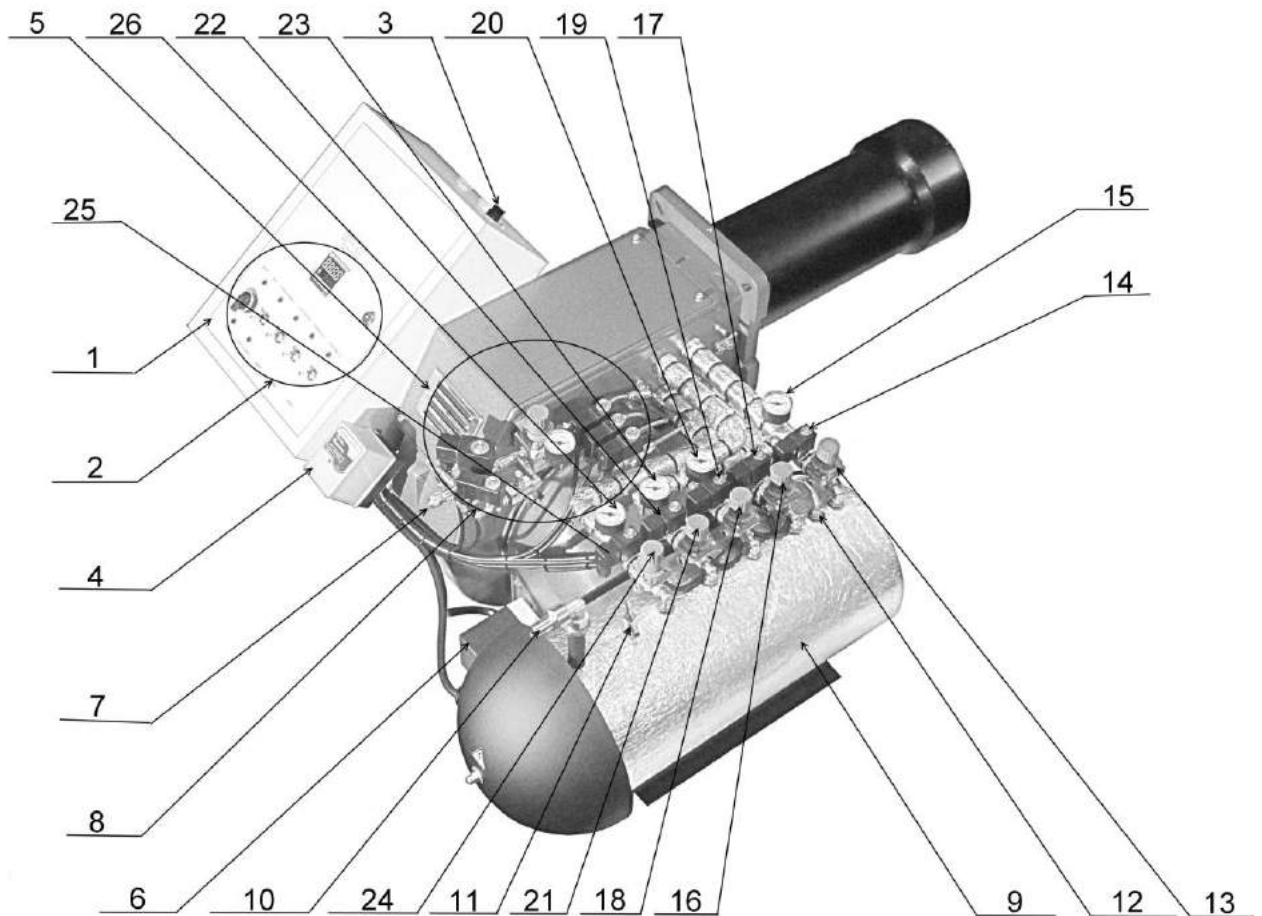
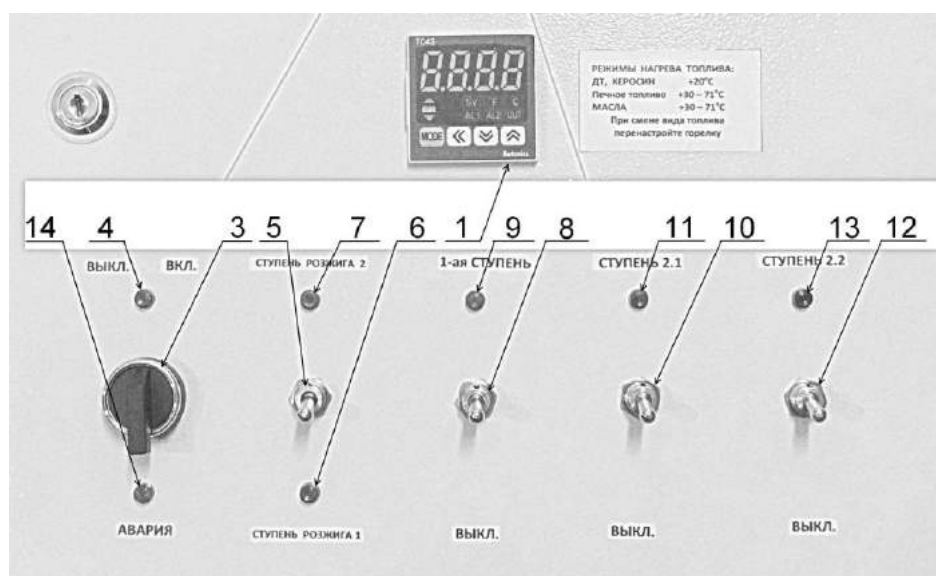
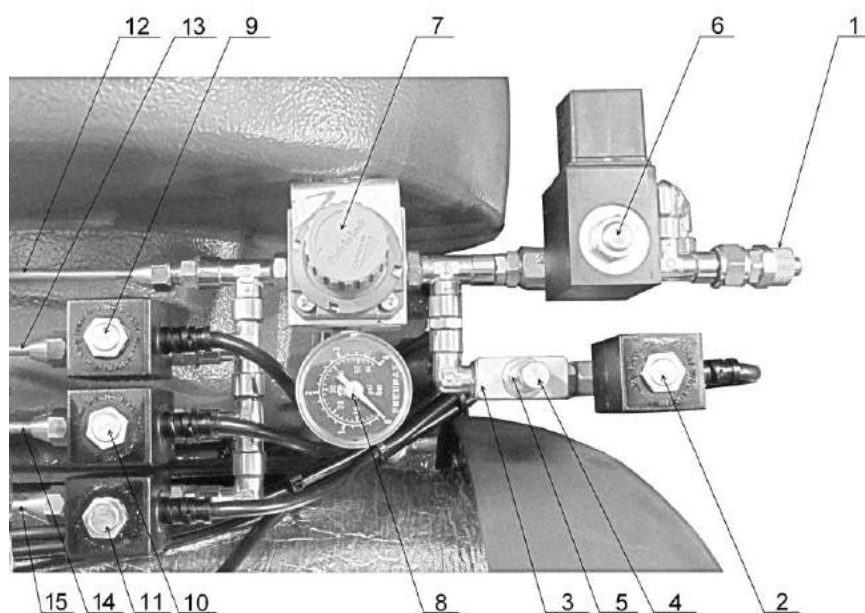
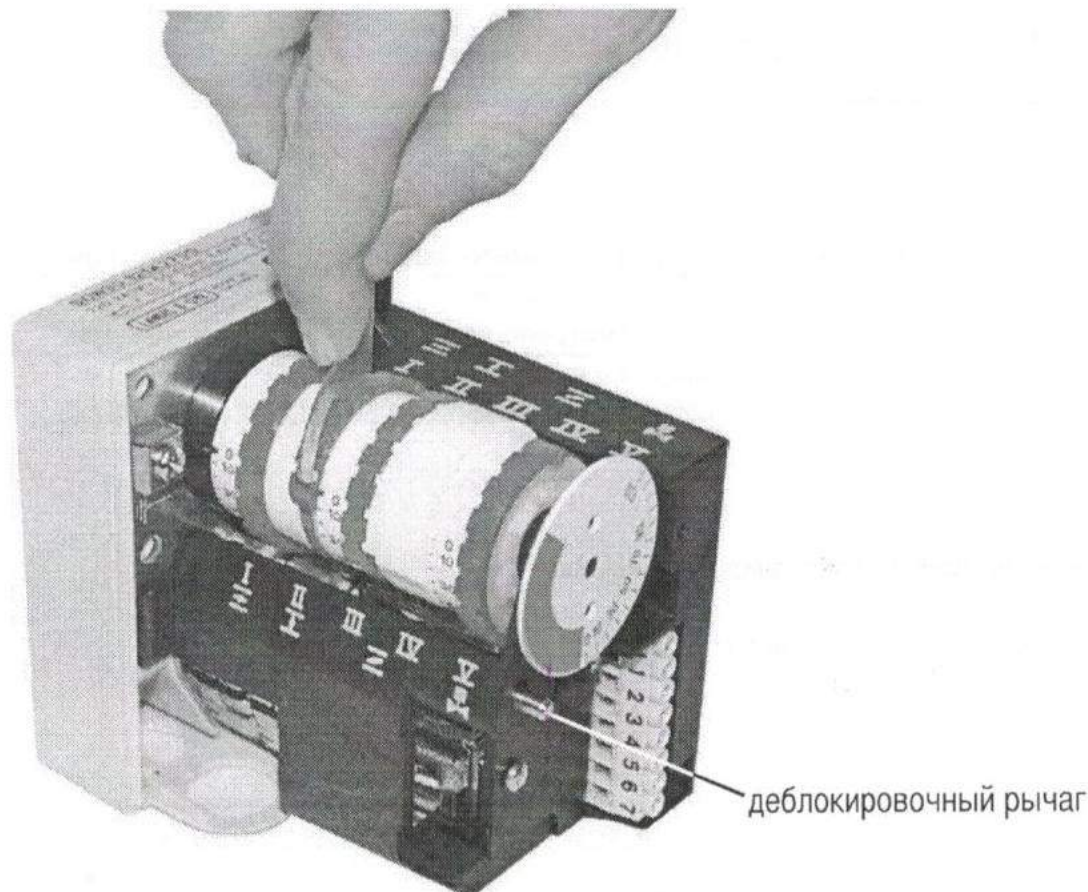

Рис.6. Органы управления и узлы контроля параметров Горелки.
Рис.7. Компоненты управления на электрическом шкафе.
Рис. 11. Блок регулирования первичного воздуха (от компрессора).
Рис. 12. Регулировка вторичного воздуха. Электропривод воздушной заслонки двухступенчатой Горелки.
8. Блок регулирования первичного воздуха (от компрессора) Рис.12
Температурный контроллер используется для точного поддержания оптимальной температуры от 20 до 71 °С топлива в подогревателе топлива (Рис. 7, поз. 9) и подачи команды запуска Горелки на топочный автомат AL1 гаснет при достижении температуры масла 6 °С менее заданной.
Установите электрический переключатель (Рис. 7, поз. 5) в положение вниз ступень розжига 1, переключатели (Рис. 7, поз. 8,10,12) в положение вниз. Установите давление топлива ступени розжига 1 изначально в пределах от 0,05 до 0,4 бар с помощью регулятора давления топлива ступени розжига (Рис. 6, поз. 13), давление контролируйте по манометру (Рис. 6, поз. 15).
Установите электрический переключатель (Рис. 7, поз. 5) в положение вверх ступень розжига 2, переключатель (Рис. 7, поз. 8,10,12) в положение вниз, установите давление топлива с помощью регулятора давления ступени розжига 2 (Рис.6 поз.16) от 0,2 до 0,8 бар, давление контролируйте по манометру (Рис. 6, поз. 15), после чего ступень розжига заработает на полную мощность. Выставьте параметры первичного и вторичного воздуха. Рекомендации даны ниже.
Установите электрический переключатель (Рис. 7, поз. 8) в положение 1-ая ступень (вверх) переключатели (Рис. 7, поз. 10,12) в положение вниз. Установите давление топлива 1-ой ступени в пределах от 0,2 до 0,8 бар с помощью регулятора давления топлива первой ступени (Рис. 6, поз. 18), давление контролируйте по манометру (Рис. 6, поз. 20), выставьте параметры первичного и вторичного воздуха. Рекомендации даны ниже.
Установите электрический переключатель (Рис. 7, поз. 10) в положение ступень 2.1 вверх переключатель (Рис. 7, поз. 12) в положение вниз. Установите давление топлива ступени 2.1 от 0,2 до 0,8 бар с помощью регулятора давления топлива второй ступени (Рис. 7, поз. 21), контролируйте давление по манометру (Рис. 7, поз. 23), выставьте параметры первичного и вторичного воздуха рекомендации даны ниже.
Установите электрический переключатель (Рис. 7 поз. 12) в положение ступень 2.2 вверх.
Установите давление топлива ступени 2.2 от 0,2 до 0,8 бар с помощью регулятора давления топлива ступени 2.2 (Рис. 7, поз. 24), контролируйте давление по манометру (Рис. 7, поз. 26), выставьте параметры первичного и вторичного воздуха рекомендации даны ниже.
Первичный воздух поступает от компрессора по магистрали (Рис. 11 поз.1) , проходит через электромагнитный клапан дросселя (рис.11 поз.2), дроссель (Рис.11 поз.3) и далее с малым давлением на форсунку ступени розжига, давление контролируется по манометру (Рис. 11 поз.8).
Через 7 секунд, открывается основной электромагнитный клапан первой ступени (Рис.11 поз.6), первичный воздух проходит через регулятор давления (Рис.11 поз.7) и контролируется по манометру (Рис.11 поз.8) и далее на форсунку первой ступени.
Для изменения регулировки давления воздуха поднять верхнюю крышку регулятора давления (рис.11 поз.7) до щелчка, для уменьшения давления воздуха поворачивать против часовой
стрелки, для увеличения по часовой. Оптимальное рабочее давления 1,8-3,0 бар, контролируемое по манометру (Рис. 11 поз.8). После регулировки давления опустить верхнюю крышку до щелчка.
Затем вместе с электромагнитным топливным клапаном первой ступени открывается электромагнитный воздушный клапан первой ступени (Рис.11 поз.9) и первичный воздух идет на форсунку первой ступени.
Далее вместе с электромагнитным топливным клапаном ступени 2.1 открывается электромагнитный воздушный клапан ступени 2.1 (Рис.11 поз.10) и первичный воздух идет на форсунку ступени 2.1.
Далее вместе с электромагнитным топливным клапаном ступени 2.2 открывается электромагнитный воздушный клапан ступени 2.2 (Рис.11 поз.10) и первичный воздух идет на форсунку ступени 2.2.
Установите электрический переключатель (Рис. 7, поз. 5) в положение ступень розжига 1 (вниз) переключатель (Рис. 7, поз. 8,10,12) в положение ступень розжига вниз (выкл.). Установите давление топлива ступени розжига 1 в пределах от 0,05 до 0,4 бар с помощью регулятора давления топлива ступени розжига 1 (Рис.6, поз. 13), давление контролируйте по манометру (Рис. 6, поз. 15), выставьте параметры первичного воздуха (Рис.11 , поз. 3,7) и контролируйте по манометру (Рис. 11, поз. 8) давление для AL-120V, AL-120T 1,8-3,0 бар.
Установите электрический переключатель (Рис. 7, поз. 5) в положение ступень розжига 2 (вверх). Установите давление топлива ступени розжига 2 в пределах от 0,2 до 0,8 бар , с помощью регулятора давления топлива ступени розжига 2 (Рис.6, поз. 16), давление контролируйте по манометру (Рис. 6, поз. 15), выставьте параметры первичного воздуха (Рис.11 , поз. 3,7) и контролируйте по манометру (Рис. 11, поз. 8) давление для AL-120V, AL-120T 1,8-3,0 бар.
Снимите защитный кожух с привода воздушной заслонки (Рис. 6, поз. 6). II-й рычаг положения воздушной заслонки ступени розжига (Рис.12 поз. I) должен быть положение 0-10. Положение 0 соответствует полностью закрытой заслонке. (Рис.12)
Установите электрический переключатель (Рис. 7, поз. 8) в положение первая ступень (вверх). Установите давление топлива первой ступени в пределах от 0,2 до 0,8 бар с помощью регулятора давления топлива первой ступени (Рис. 6, поз. 18), давление контролируйте по манометру (Рис. 6, поз. 20). Выставьте параметры первичного воздуха (Рис.11 , поз. 7) и контролируйте по манометру (Рис. 7, поз. 8) давление для AL-120V, AL-120T 1,8-3,0 бар. Установите рычаг III (Рис.12 поз. III) положения воздушной заслонки первой ступени 5-60 гр. (Рис.12). Открытие(закрытие) клапана 1-ой ступени происходит автоматически .
Установите электрический переключатель (Рис. 7, поз. 10) в положение ступень 2.1 (вверх). Установите давление топлива второй ступени в пределах от 0,2 до 0,8 бар с помощью регулятора давления топлива второй ступени (Рис. 6, поз. 21), давление контролируйте по манометру (Рис. 6, поз. 23).
Установите электрический переключатель (Рис. 7, поз. 12) в положение ступень 2.2(вверх). Установите давление топлива второй ступени в пределах от 0,2 до 0,8 бар с помощью регулятора давления топлива второй ступени (Рис. 6, поз. 24), давление контролируйте по манометру (Рис. 6, поз. 26).
Выставьте параметры первичного воздуха (Рис.11 , поз. 7) и контролируйте по манометру (Рис. 11, поз. 8) давление для AL-120V, AL-120T 1,8-3,0 бар. Установите рычаг I (Рис.12 поз. I) положение 40-90 гр. Это положение воздушной заслонки второй ступени. Кулачек V (Рис.12 поз. V) открытие(закрытие) клапана 2-ой ступени, должен находиться между кулачком I и III . (Рис.12)
Если воздушная заслонка провернулась в обратную сторону, то для возврата в начальное положение (Рис.12) нажмите деблокировочный рычаг и установите закрыто положение в ручную.
3.4.7 Индикатор АВАРИЯ (Рис.7 поз.14)
Для предотвращения данной ситуации в огневой трубе установлен температурный датчик, отключающий горелку при достижении температуры 110 °С, при этом светится индикатор АВАРИЯ (Рис.7 поз.14).
воздушной заслонки ступени розжига (Рис.12 поз.II) должен быть положение 0-10 гр. Перемещение рычага I осуществляется его смещением (Рис.12). Положение 0 соответствует закрытой заслонке. Запустите Горелку п. 3.5. Горелка должна запускаться на ступени розжига без хлопков.
Возьмите отбор проб на сажное число, если сажное число менее 1, необходимо уменьшить подачу вторичного воздуха, перемещая синий рычаг влево, если больше - вправо (Рис. 12). Оптимальное значение сажного числа 1-3.
Установите электрический переключатель (Рис. 7, поз. 8) в положение первая ступень (вверх). Установите давление топлива первой ступени в пределах от 0,2 до 1,0 бар с помощью регулятора давления топлива первой ступени (Рис. 6, поз. 18), давление контролируйте по манометру (Рис. 6, поз. 20). Выставьте параметры первичного воздуха (Рис.11 , поз. 7) и контролируйте по манометру (Рис. 11, поз. 8) давление для AL-120V, AL-120T 1,8-3,5 бар. Установите рычаг III положения воздушной заслонки первой ступени (Рис.12 поз.III) на 5-60. Автоматическое открытие(закрытие) клапана 1-ой ступени обеспечивает плавный переход со ступени розжига на первую ступень.
Возьмите отбор проб, если содержание CO₂ в отходящих газах отличается от 11-13% проведите регулировку вторичного воздуха (Рис. 12).
Возьмите отбор проб на сажное число, если сажное число менее 1, необходимо уменьшить подачу вторичного воздуха, перемещая рычаг III , если больше - увеличить. (Рис. 12). Оптимальное значение сажного числа 1-3.